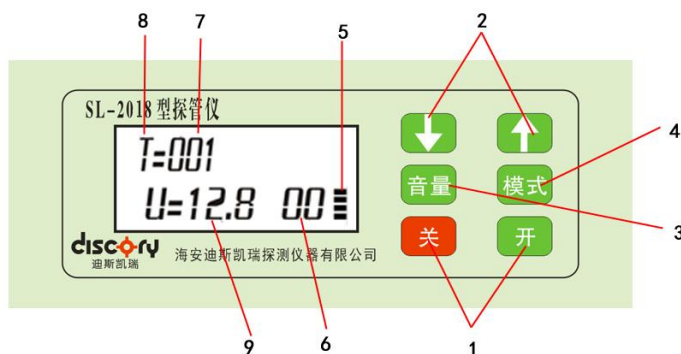

图 2 探管仪面板示意图
**2、探管仪：**探管仪和探杆配合使用，用于探测管道的位置、走向、深度，评估防腐层绝缘电阻。其功能示意如图 2 所示。